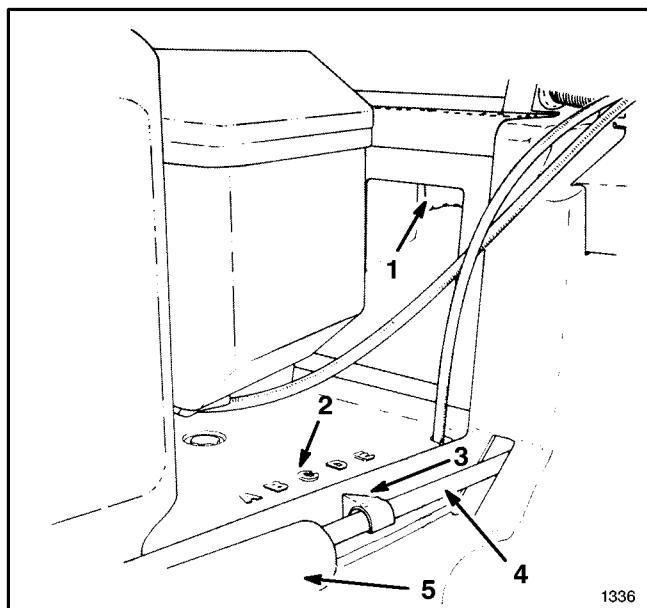

Abbildung 15
3. Den Hebel für die schnitthöheneinstellung mit einem oder zwei Fingern drücken (Abb. 15).